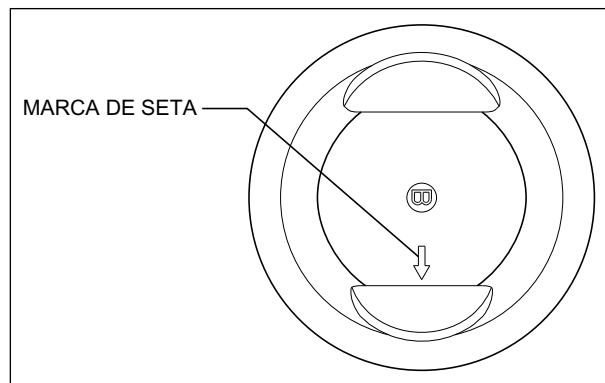

Fig. 3.104
- Monte o pistão de forma que a seta indicada na cabeça do pistão fique voltada para a porta de escape do cilindro. (Fig. 3.104)